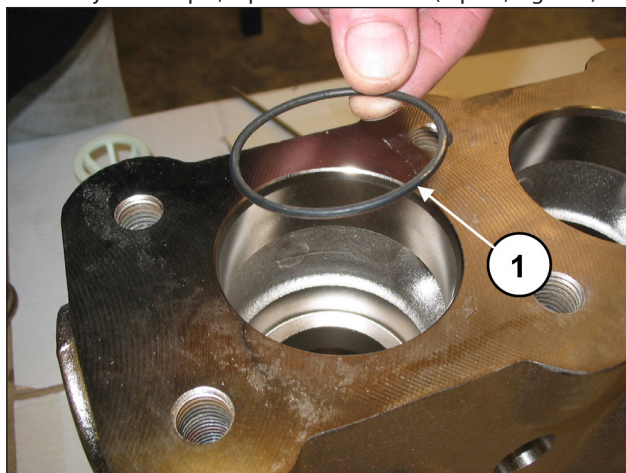

Fig. 114
Placer le joint torique, rep. vue éclatée n° 5 (rep. ①, Fig. 114).